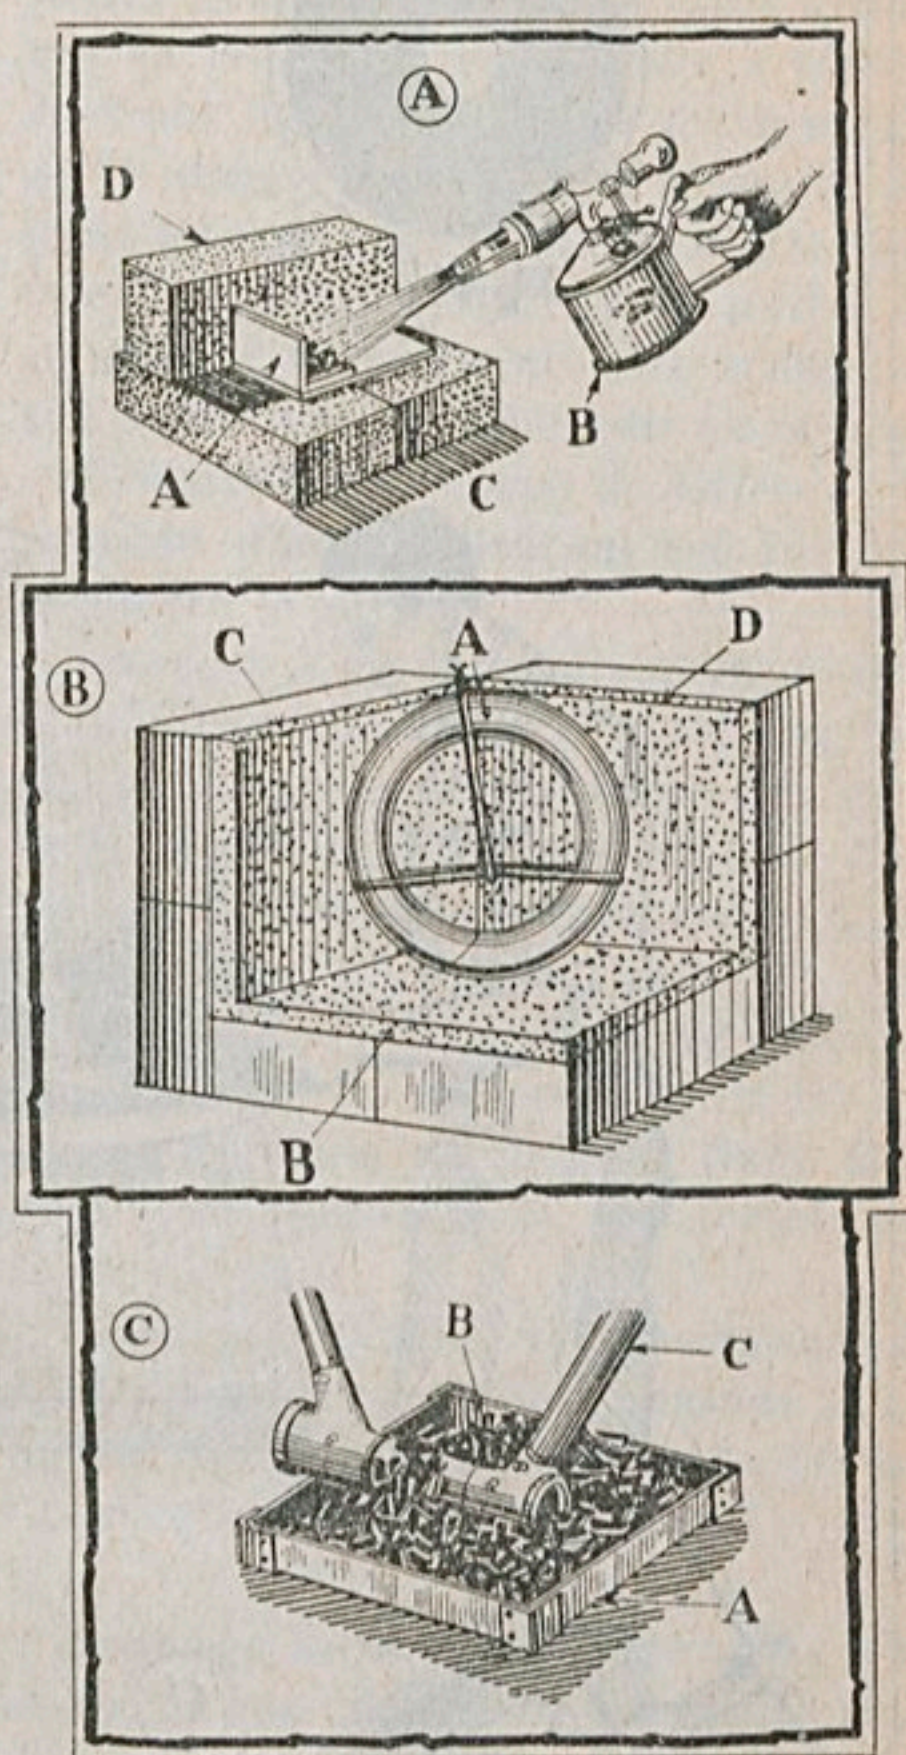

Figure 31
**Brasage au chalumeau de mécanicien et à la lampe à braser.** — Pour éviter les pertes de chaleur, il faut disposer la pièce soit sur un lit de charbon de bois qui, s'enflammant petit à petit au contact du dard du chalumeau, contribue à chauffer progressivement la pièce en cours de brasage (fig. 31, C).